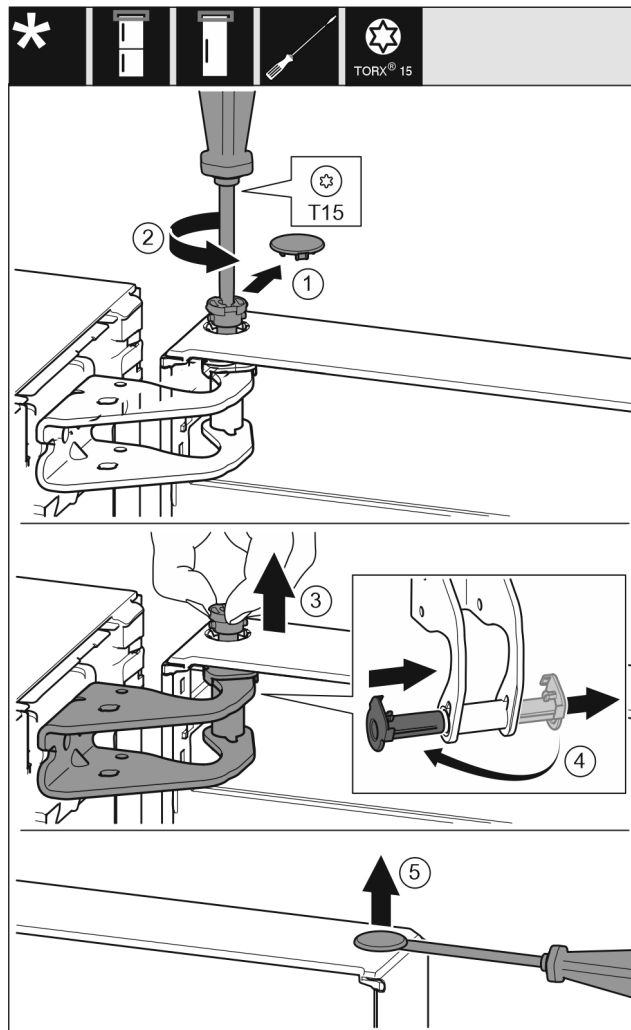

Fig. 7
- ▶ Ostrożnie zdjąć osłonę zabezpieczającą. Fig. 7 (1)
- ▶ Sworzeń wykręcić nieco przy pomocy śrubokręta T15. Fig. 7 (2)
- ▶ Przytrzymać drzwi i wyjąć sworzeń palcami. Fig. 7 (3)
- ▶ Tuleję łożyskową wyjąć z prowadnicy. Założyć z drugiej strony i zażebić. Fig. 7 (4)
- ▶ Zatyckę ostrożnie podważyć przy pomocy śrubokręta i wyjąć z tulei łożyskowej drzwi. Fig. 7 (5)